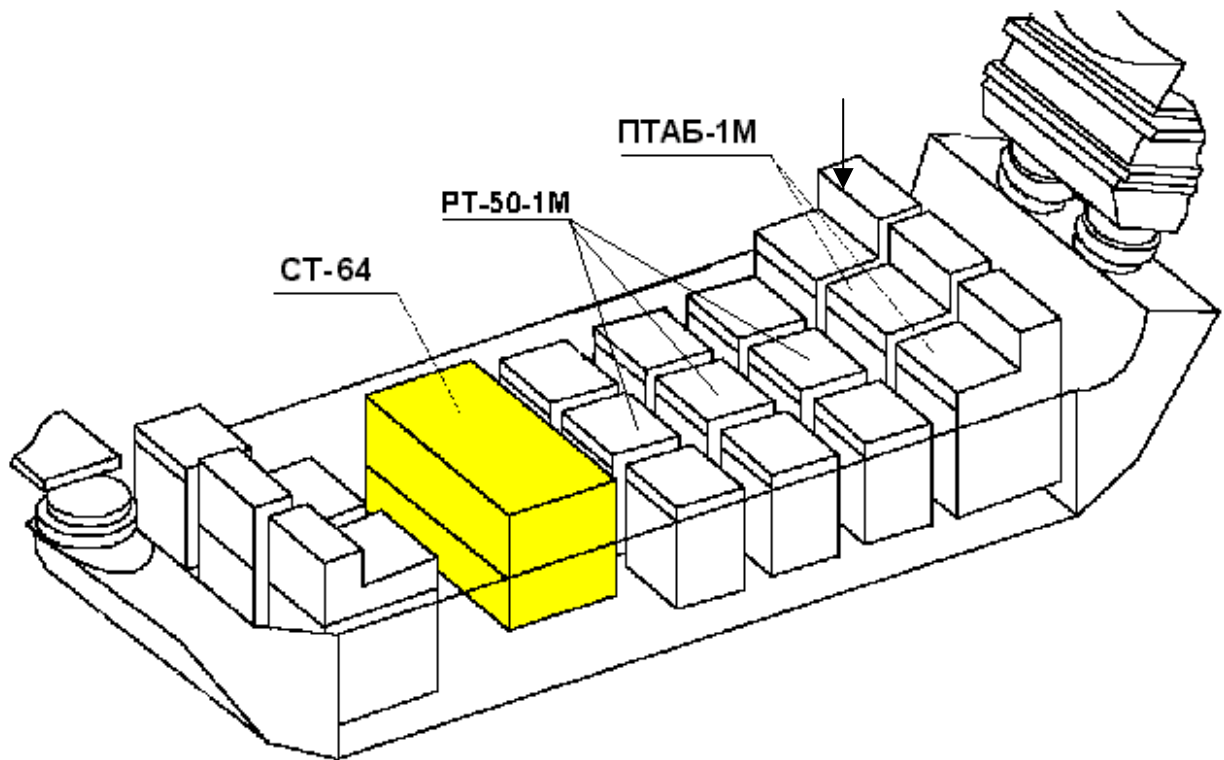

Рис. 3.3.-1. Размещение СТ-64
3. Установить СТ-64 на штатное место (рис. 3.3.-1.)